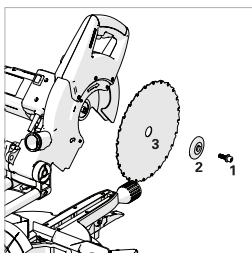

Fig. 40a
- Maak de doorschroef los met behulp van de meegeleverde zeskantsleutel en verwijder de sluitring en buitenste bladflens en het blad van de doorn. (**Afb. 40a**)